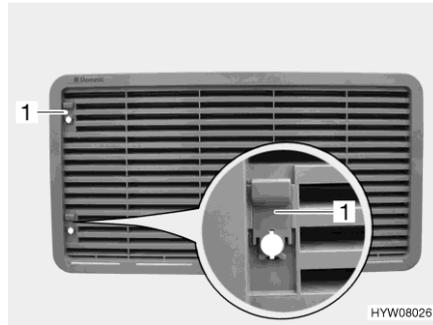

Bild 250 Kühlschrank-Lüftungsgitter
- Je nach Ausführung Schieber (Bild 250,1) nach oben schieben oder Schraube (Bild 251,1) mit Hilfe einer Münze eine viertel Umdrehung drehen.